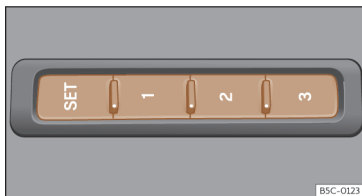

Fig. 106 No lado exterior do banco do condutor: botões de memória.
- Pressione o botão **SET** durante mais de 1 segundo»» **Fig. 106**.